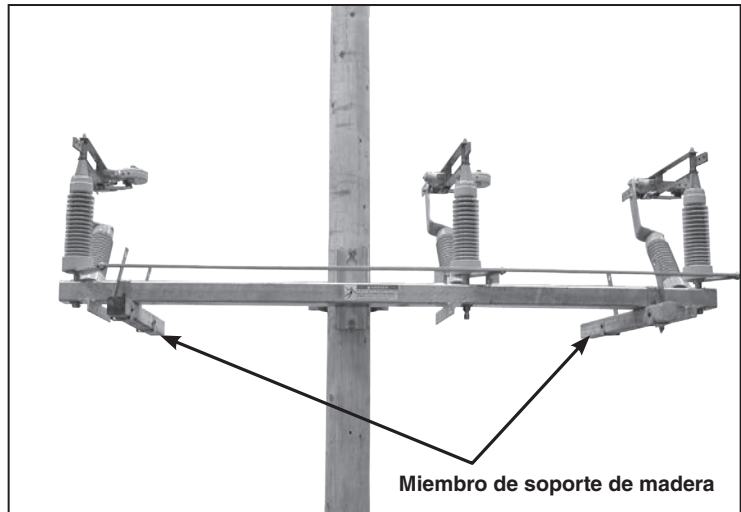

Figura 11. Remueva miembro de soporte de madera.
**PASO 9.** Retire los miembros de soporte de madera, las correas de izamiento, las abrazaderas de listón que se proporcionan para facilitar el izamiento del interruptor. Ver Figura 11.